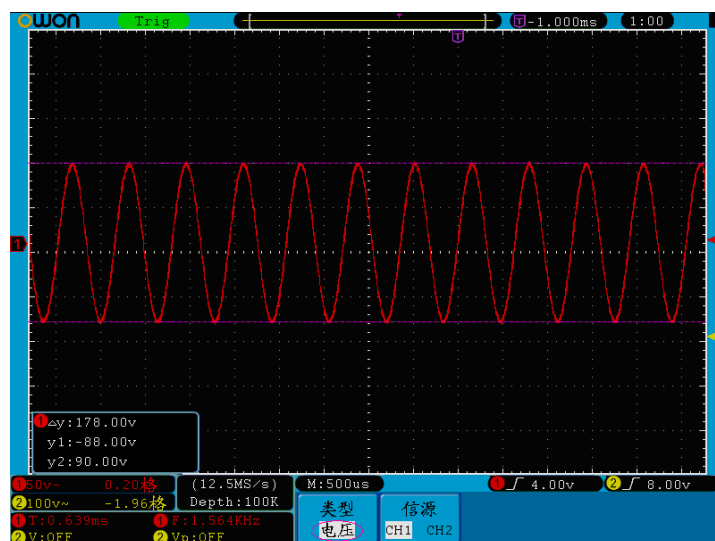

图 5-61: 电压光标测量波形
4. 根据被测波形, 分别转动两个通道的 **垂直位置** 旋钮调整光标1、光标2的位置, 位于波形左下方的光标增量窗口显示光标1和光标2电压幅度差值的绝对值及两光标当前的位置。见图 5-61: